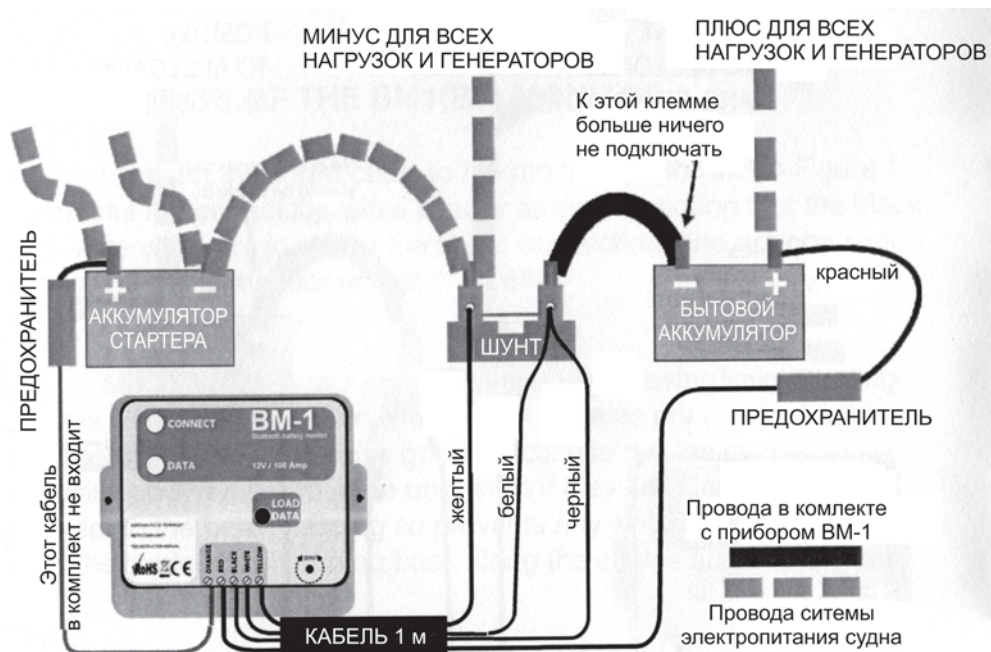

Рис. 2. Схема контроля за бытовым аккумулятором и аккумулятором стартера
7. Если требуется контроль за напряжением аккумулятора стартера, подсоедините оранжевый провод (нет в комплекте) к положительной клемме этого аккумулятора, как показано на рис. 2. Ближе к стартеру в цепь следует включить предохранитель на 1 А.